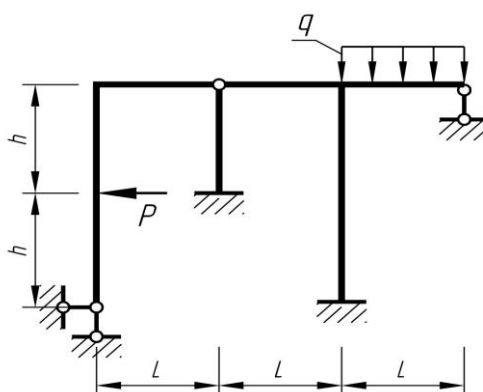

Рис. 5
**Задание:** Для рамы изображенной на рис.5 требуется: